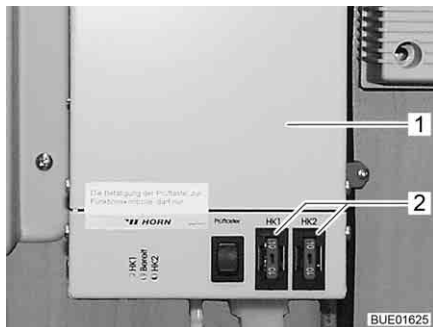

Fig. 149 Régulateur du chauffage des conduites des eaux usées
Les fusibles se trouvent sur le régulateur (Fig. 149,1).
- Changer le fusible (Fig. 149,2).